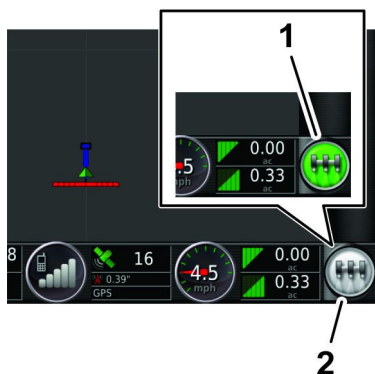

Рисунок 275
8. На управляющей консоли GeoLink нажмите значок MASTER SWITCH (ГЛАВНЫЙ ВЫКЛЮЧАТЕЛЬ) (Рисунок 275), чтобы установить его в положение Он (Вкл.) (зеленый).